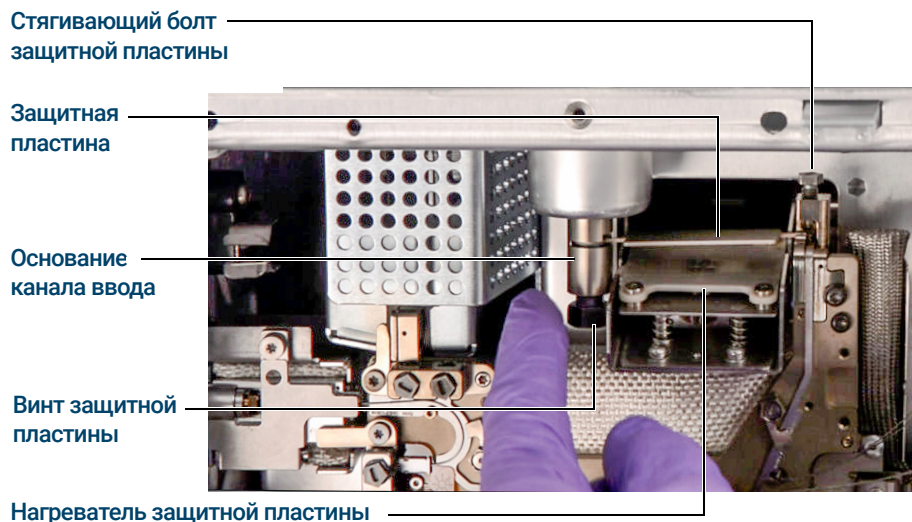

Рис. 14. Защитная пластина и связанные с ней компоненты
- 9 Выдвиньте панель доступа к стягивающим болтам, чтобы открыть для динамометрической отвертки доступ к стягивающему болту защитной пластины. (См. **Рис. 14** на стр. 77.)